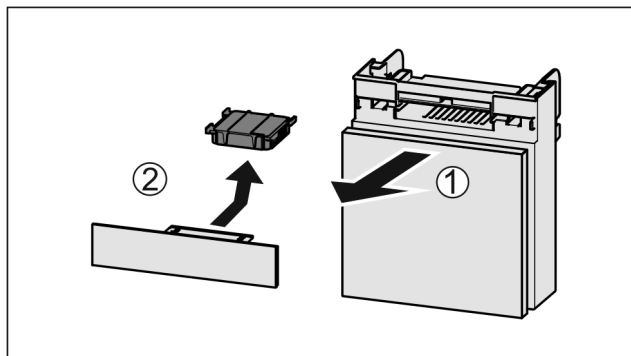

Fig. 120
- Издърпайте Fig. 120 (1) напред от отделениято.
- Извадете Fig. 120 (2) филтъра с активен въглен.